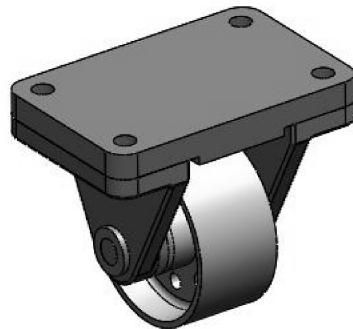

图 5-54 装配体模型
- 打开本例素材源文件【offset \ caster. sldasm】装配体文件，如图 5-54 所示。